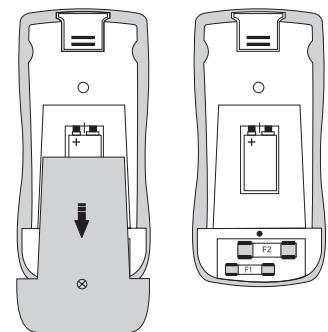

Abb. 11
2. Lösen und entfernen Sie die rückseitige Batteriefachschaube (15).
3. Klappen Sie den Aufstellbügel (13) auf. Ziehen Sie den Batterie- und Sicherungsfachdeckel nach unten vom Messgerät (Abb. 11).